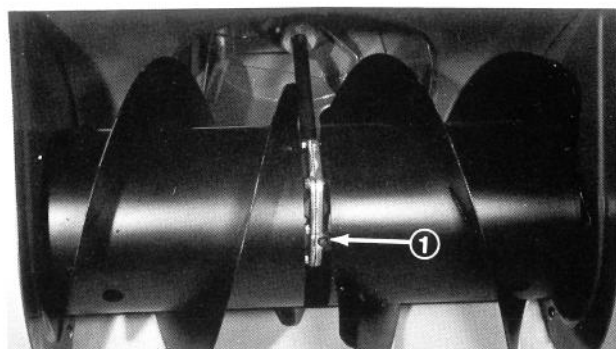

Fig. 35
4. Sæt en beholder under aftapningsskruen (Fig. 35) på forsiden af indsamlingsskruen og fjern derpå aftapningsskruen; se Kontrol af indsamlingsskruens gearkasseolie, side 9.